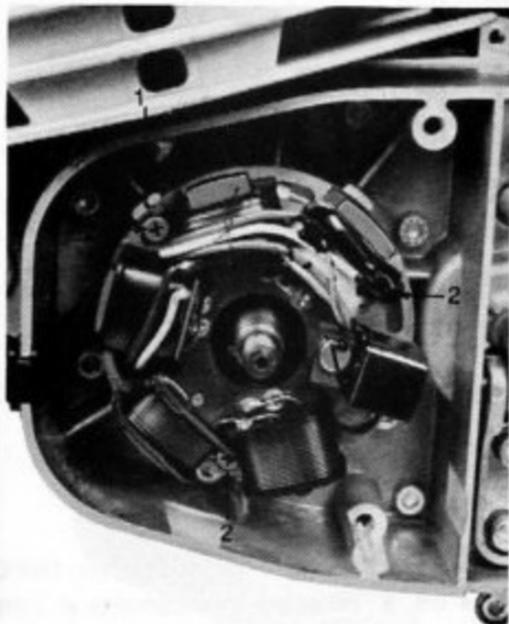

Fig. 33 - Statore
- Prima di rimuovere lo statore fare UN SEGNO DI RIFERIMENTO SIA SUL SEMICARTER CHE SULLO STATORE, come indicato in Fig. 33, questo per essere sicuri di rimontarlo nella stessa posizione.
A questo punto svitare le tre viti di fissaggio (2 - Fig. 33) e togliere lo statore.